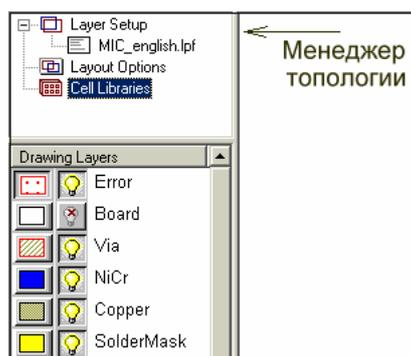

Рис. 4.1. Окна управления топологией
4. Подсветите файл **MIC\_English.lpf** и нажмите **Open**. Появится окно менеджера топологии, которое будет выглядеть как на рис. 4.1.